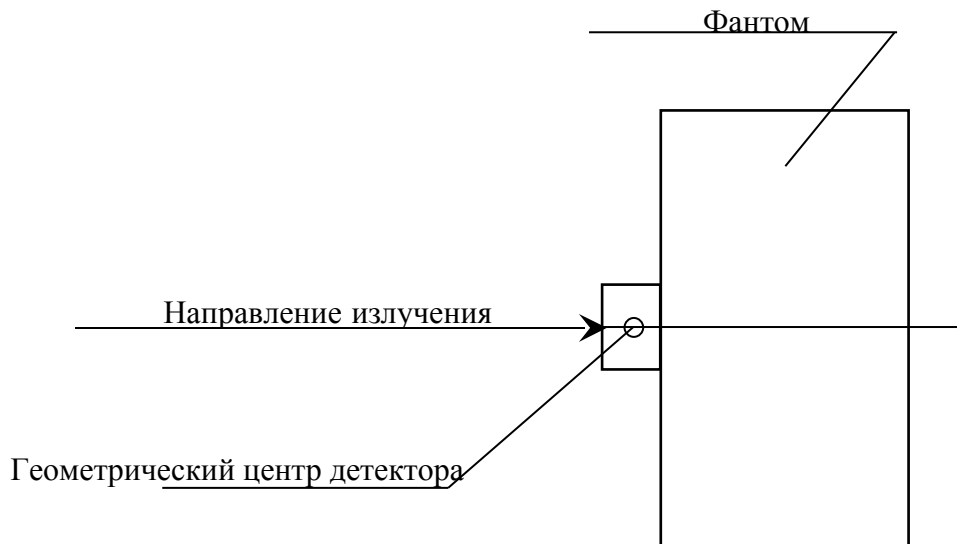

Рисунок 1 – Способ установки дозиметра с фантомом на поверочную дозиметрическую установку
- 2) закрепить дозиметр на фантоме так, чтобы надпись "Сторона к телу" была обращена к фантому. Установить дозиметр с фантомом на поверочную дозиметрическую установку с источником гамма-излучения ^{137}Cs так, чтобы направление градуировки совпало с осью потока излучения, а ось потока излучения проходила через геометрический центр детектора, рис.1. Геометрический центр детектора отмечен в эксплуатационной документации значком "х";